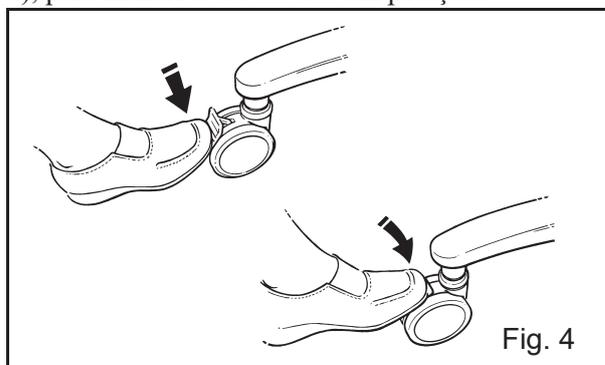

Fig. 4
**Travões das rodas do chassi:** As rodas traseiras do chassi têm travões que podem ser acionados com o pé, quando necessário (ver a Fig. 4), para manter o *Sara 3000* em posição.